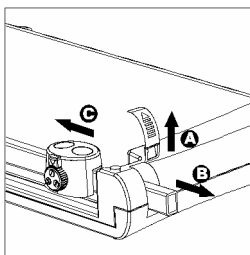

Figura 8
- 1 Rimuovere l'estremità terminale della guida di posizionamento dalla piastra di fondo (figura 8, A) e sfilarla tirandola in alto.
- 2 Estrarre la guida di posizionamento dalla piastra di fondo (figura 8, B).
- 3 Rimuovere allo scopo la taglierina a rullo dalla guida di posizionamento (figura 8, C).